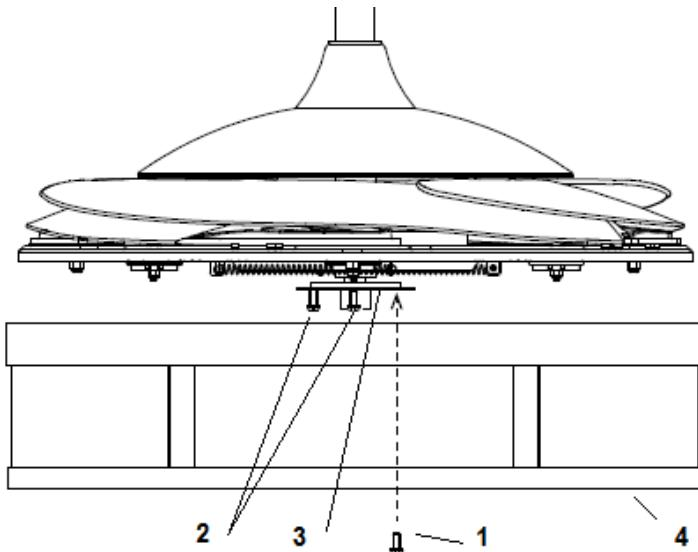

Fig. 6
1. Allentare la vite (1) del supporto del paralume (3). Allineare le due viti (2) con i fori sul paralume (4).
- Fig. 6